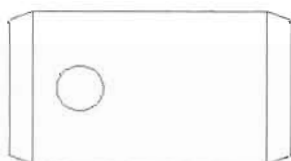

图 4-121
(11) 删除中间的水平直线, 完成图形的绘制, 如图 4-121 所示。